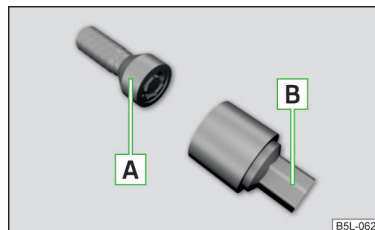

Fig. 330
Los tornillos de rueda antirrobo protegen las ruedas de un robo. Se pueden **soltar/apretar** solamente con el suplemento **[B]** » fig. 330 .
- Introduzca la llave de rueda hasta el tope sobre el tornillo de rueda. Usar el suplemento para los tornillos de la rueda antirrobo correspondientes » fig. 330 de la pág. 303.